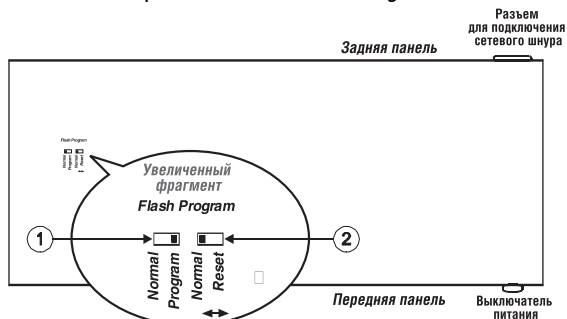

Рис. 13. Переключатели *Flash Program*, расположенные на дне VP-1608 и используемые для обновления микропрограммы
3. Выполните подготовку прибора к программированию флэш-памяти, манипулируя расположенными на его дне переключателями *Flash Program* (рис. 13):